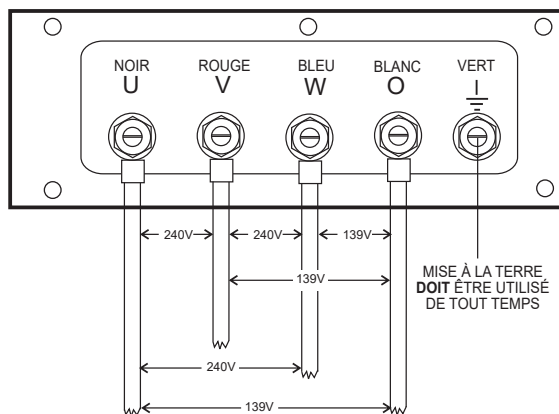

Figure 20. Bornes UVWO (connexions triphasées 240 volts)
2. Connectez les fils de charge aux **bornes de l'UVWO** comme indiqué dans la Figure 20.